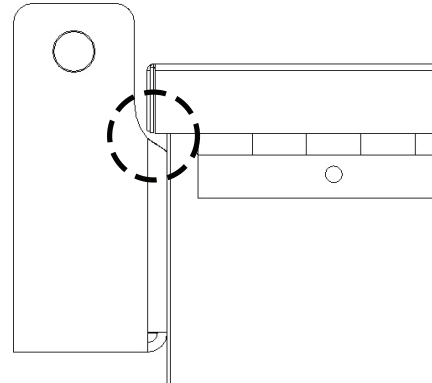

Abb. 2 (Piano-Box abgebildet)
2. Bei bestimmten Anwendungen muss, wenn der Deckel die eigentliche Box überragt, vor dem Bohren überprüft werden, ob die Position der Halterung das Schließen des Deckels behindert. (Siehe Abb. 2).